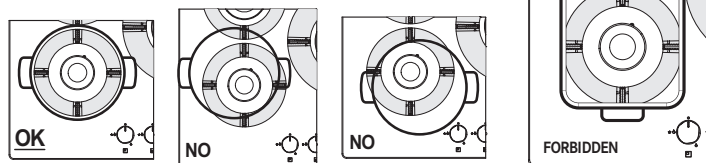

Fig. 1
Franke declina qualsiasi responsabilità in caso di danni dovuti a un tale utilizzo. (Fig. 1).
- ▷ Non mettere la stessa padella su due bruciatori. (Fig. 1).
- ▷ Non utilizzare due bruciatori contemporaneamente con un unico contenitore, come una casseruola o una padella per pesci. (Fig. 1).